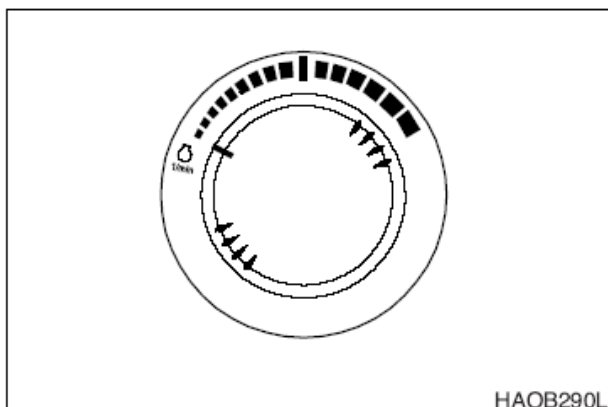

Рис. 25
- Установить диск скорости двигателя на низкие обороты холостого хода (LOW IDLE), рис. 25. Дать двигателю поработать на холостом ходу 3-5 минут.